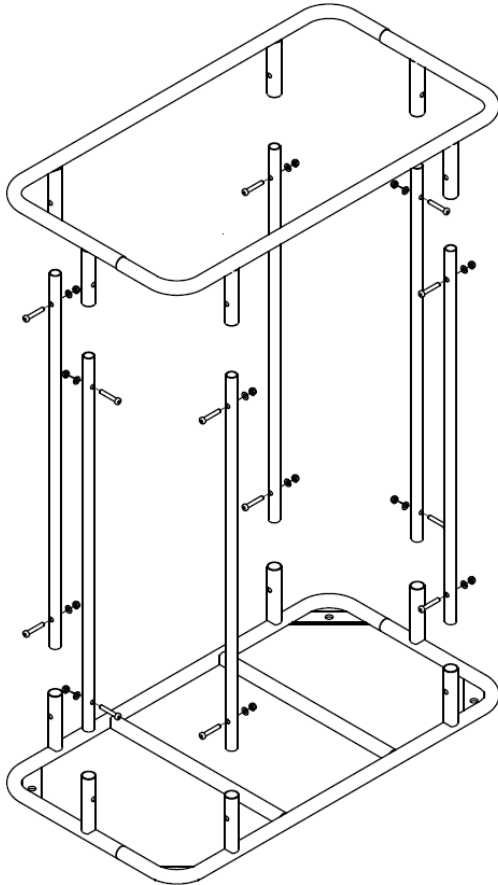

Abbildung 3: Montage Rahmen
Verschrauben Sie den Rahmen mit den Schrauben M6 (9), Unterlegscheibe A6,4 (10) und Mutter M6 (11) (Abb.: 3).